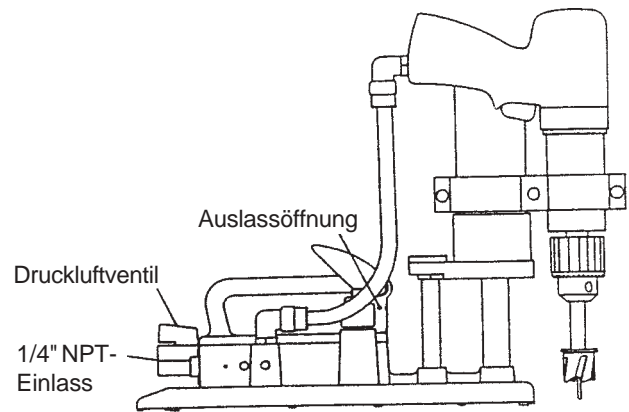

Abb. 5
7. Den 1/4"-NPT-Einlass der 1557 Vorrichtung (Abb. 5) mit einer gefilterten Druckluftleitung mit einer minimalen Weite von 7 mm (5/16") und einem Betriebsdruck von 75-120 psi verbinden.
8. Das Druckluftsteuerventil öffnen (Abb. 5). Das Geräusch entweichender Luft stammt von den Ausströmöffnungen an der Vorderseite des Griffs. **DIE AUSSTRÖMÖFFNUNGEN NICHT BLOCKIEREN.**